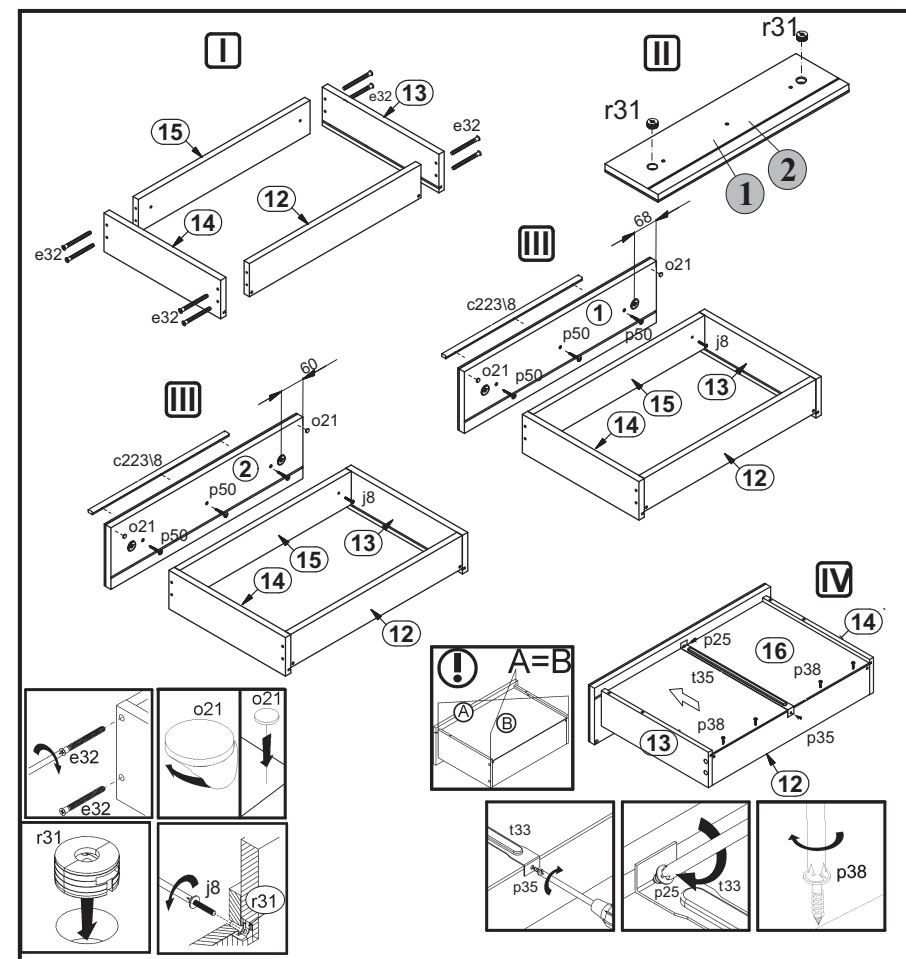

Рисунок 8
16. Соединить детали корпусов ящика **12, 13, 14, 15** с помощью конформатов **e32** (см. рис. 8).
17. В отверстия  $\phi 20$ мм на задней поверхности панелей ящиков **1, 2** вбить пластиковые втулки **g31** (см. рис. 8).
18. На внутренних поверхностях панелей ящиков **1, 2** в отверстия  $\phi 5$ мм вставить шурупы **p50**. С задней поверхности ручки **c223\8** снять защитную пленку. Снаружи совместить отверстия ручки **c223\8** с резьбой шурупов и завернуть шурупы **p50**, удерживая ручку (см. рис. 8).
19. Соединить панели ящика **1, 2** с корпусами ящиков с помощью винтов **j8**, пользуясь отверткой (см. рис. 8).
20. Вставить дно ящика **16** в пазы в стенках ящиков **13, 14** и панелях ящиков **1, 2**, закрепить дно 4-мя шурупами **p38** (см. рис. 8).
21. Зафиксировать дно **16** фиксатором дна ящика **t35** и шурупами **p25, p35** (см. рис. 8).
22. На внутренней поверхности панелей ящиков **1, 2** закрепить демпферы **o21** (см. рис. 8).